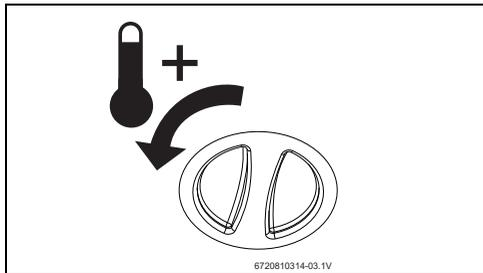

Fig. 10 Aumentar a temperatura
- ▶ Posicionar o termóstato na posição máxima de temperatura, rodar o seletor de temperatura para a esquerda até ao batente (→ Fig. 10).